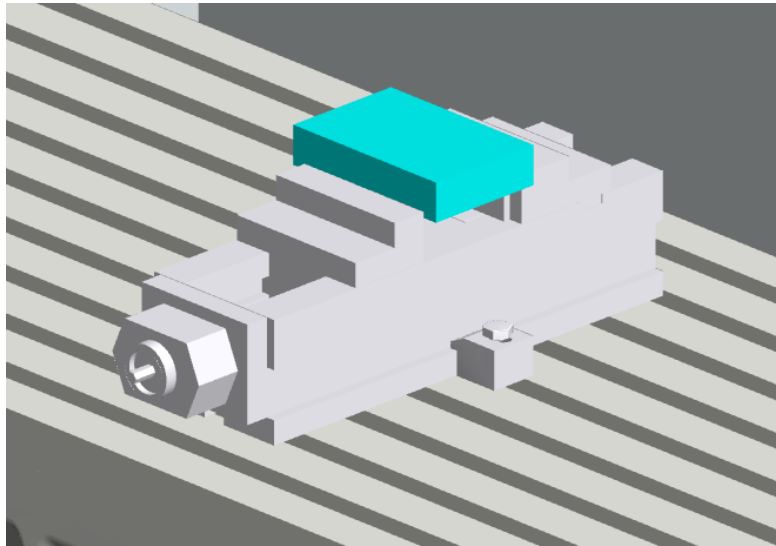

图 1 正确安装工装体（示例）
- (1) 基于零件图纸（可参考往届零件图纸，若有变化，请按照比赛当天发布的赛题进行修整），自行设计毛坯尺寸，采用 CAD 软件完成毛坯实体的 3D 建模，文件以“**组号-序号-workpiece**”命名并导出为 STL 格式，**命名不规范将扣除一定分数；**
- (2) 依据设计的毛坯实体，**参照附件文件（文件名：Clamp）**，进行平口钳的设计，采用 CAD 软件完成平口钳各零件的 3D 建模和总装，文件以各零件中文名称命名并导出为 STL 格式。依据各零件的 3D 模型生成二维零件图（包含必要的视图表达、完整的尺寸标注等），文件以各零件中文名称并导出为 PDF 格式，**命名不规范将扣除一定分数。部分零件设计要求自行设定，在比赛当天基于发布的赛题要求进行修整；**
- (3) 依据 ISO 7388-1 标准，**参照附件文件（文件名：Toolholder）**，选手进行铣刀刀柄的设计，采用 CAD 软件完成刀柄的 3D 建模，文件以“**组号-序号-toolholder**”命名并导出为 STL 格式。生成二维零件图（包含必要的视图表达、完整的尺寸标注等），文件以“**组号-序号-toolholder**”命名并导出为 PDF 格式，**命名不规范将扣除一定分数；**
- (4) 选手把**自行设计的**毛坯、平口钳和刀柄 STL 文件拷贝到 CMVM 指定文件夹下（CMVM 软件中以 Memory Card 形式打开，把 STL 文件拷贝在 user/sinumerik/3d 文件夹中）；
- (5) 在 CMVM 软件中，选手完成工装的新建，导入**自行设计的**毛坯和平口钳，实现毛坯和平口钳的组装，并正确安装在机床的工作台上，示意图如图 1 所示：